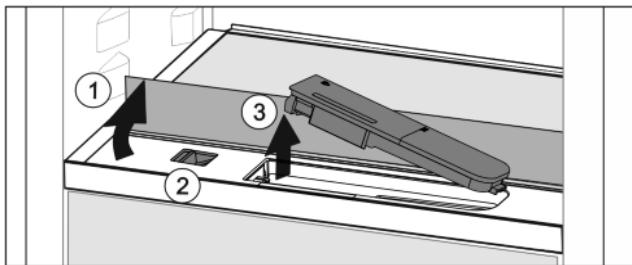

Fig. 44
- Поднять стеклянную панель и откинуть до упора назад *Fig. 44 (1)*.
- Сдвиньте ползунок *Fig. 44 (2)* влево.
- Вынуть бак для воды *Fig. 44 (3)*.